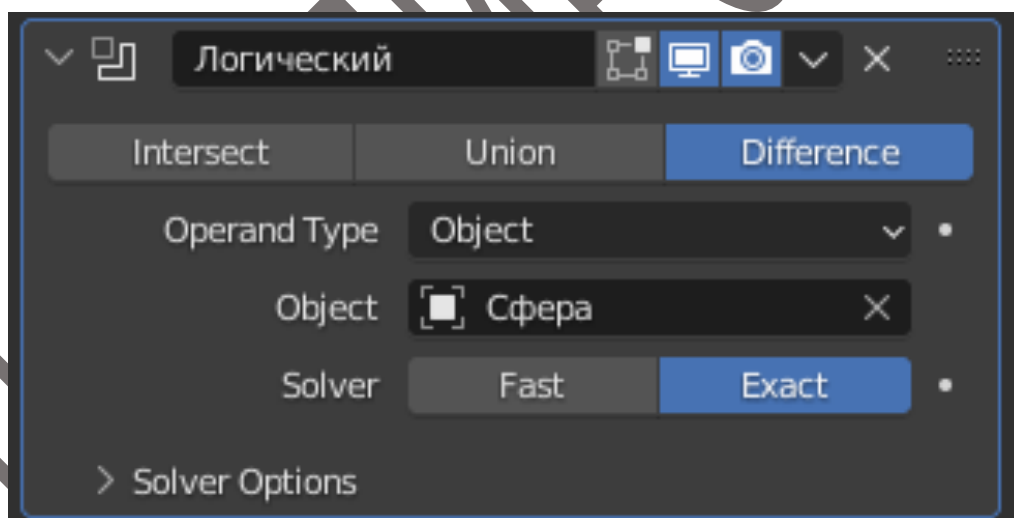

Рисунок 36 – Модификатор «Boolean»
**Boolean** - позволяет объединять объекты, вычитать геометрию одного объекта из другого, оставлять только пересечение объектов (Рисунок 36).